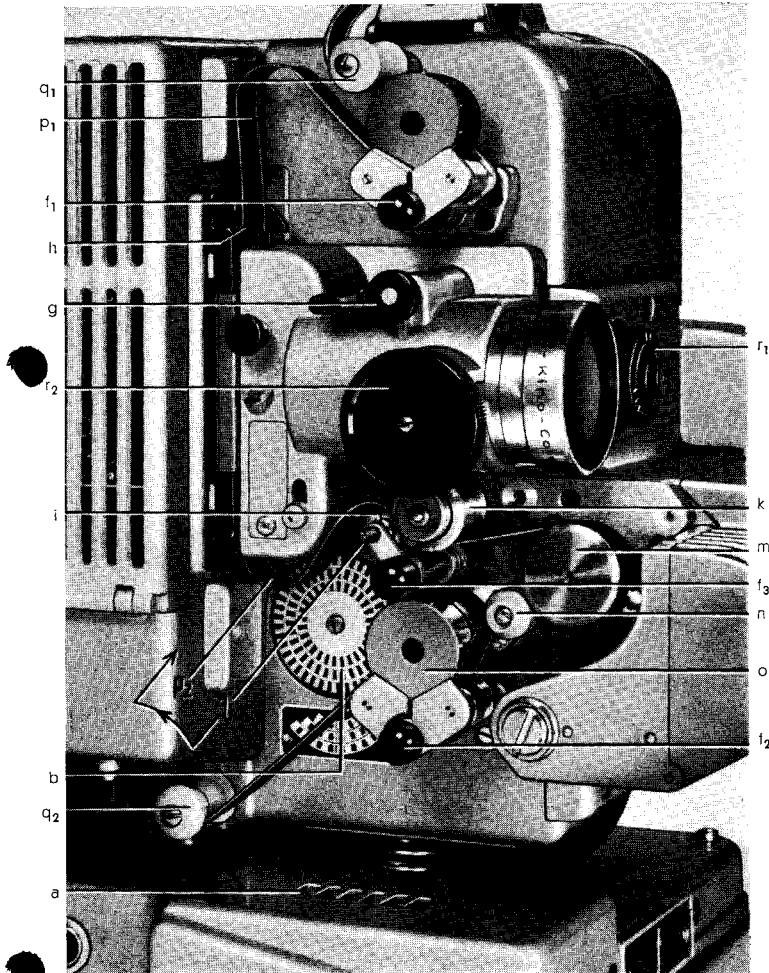

Bild 21 Filmführung
Die Filmgeschwindigkeit wird mit Knopf c (Bild 15) unter Beachtung der durch das Pilotlicht a (Bild 21) erhellten Stroboskopscheibe b eingeregelt. Das Pilotlicht wird mit Schalter k (Bild 15) betätigt. Von den drei mit den Bildzahlen/sec. 16-20-24 gekennzeichneten und in Schwarz-Weiß-Felder aufgeteilten Ringen muß der jeweils der gewünschten Filmgeschwindigkeit entsprechende Ring bei richtiger Einstellung einen stillstehenden Eindruck machen. Ein Wandern dieses Ringes nach links oder rechts ist durch entgegengesetztes Drehen des Knopfes c (Bild 15) auszugleichen. Die hier beschriebene Methode ist nur bei Wechselstrom möglich*. Nach diesen Einstellungen Projektor wieder auf »Aus« schalten.
1. Andruckrollenhalter durch Druck auf Auslöseknöpfe f_1 und f_2 (Bild 21) öffnen.
Auf Bildung einer Filmschleife p_1 (Bild 21 und 22) achten!
7. Das aus dem Filmkanal kommende Filmende p_2 (Bild 21 u. 22) zwischen Bremsrolle k und Gummirolle i um Schwungbahn m herum über Pendelrolle n und unterhalb der Zahntrommel o legen.